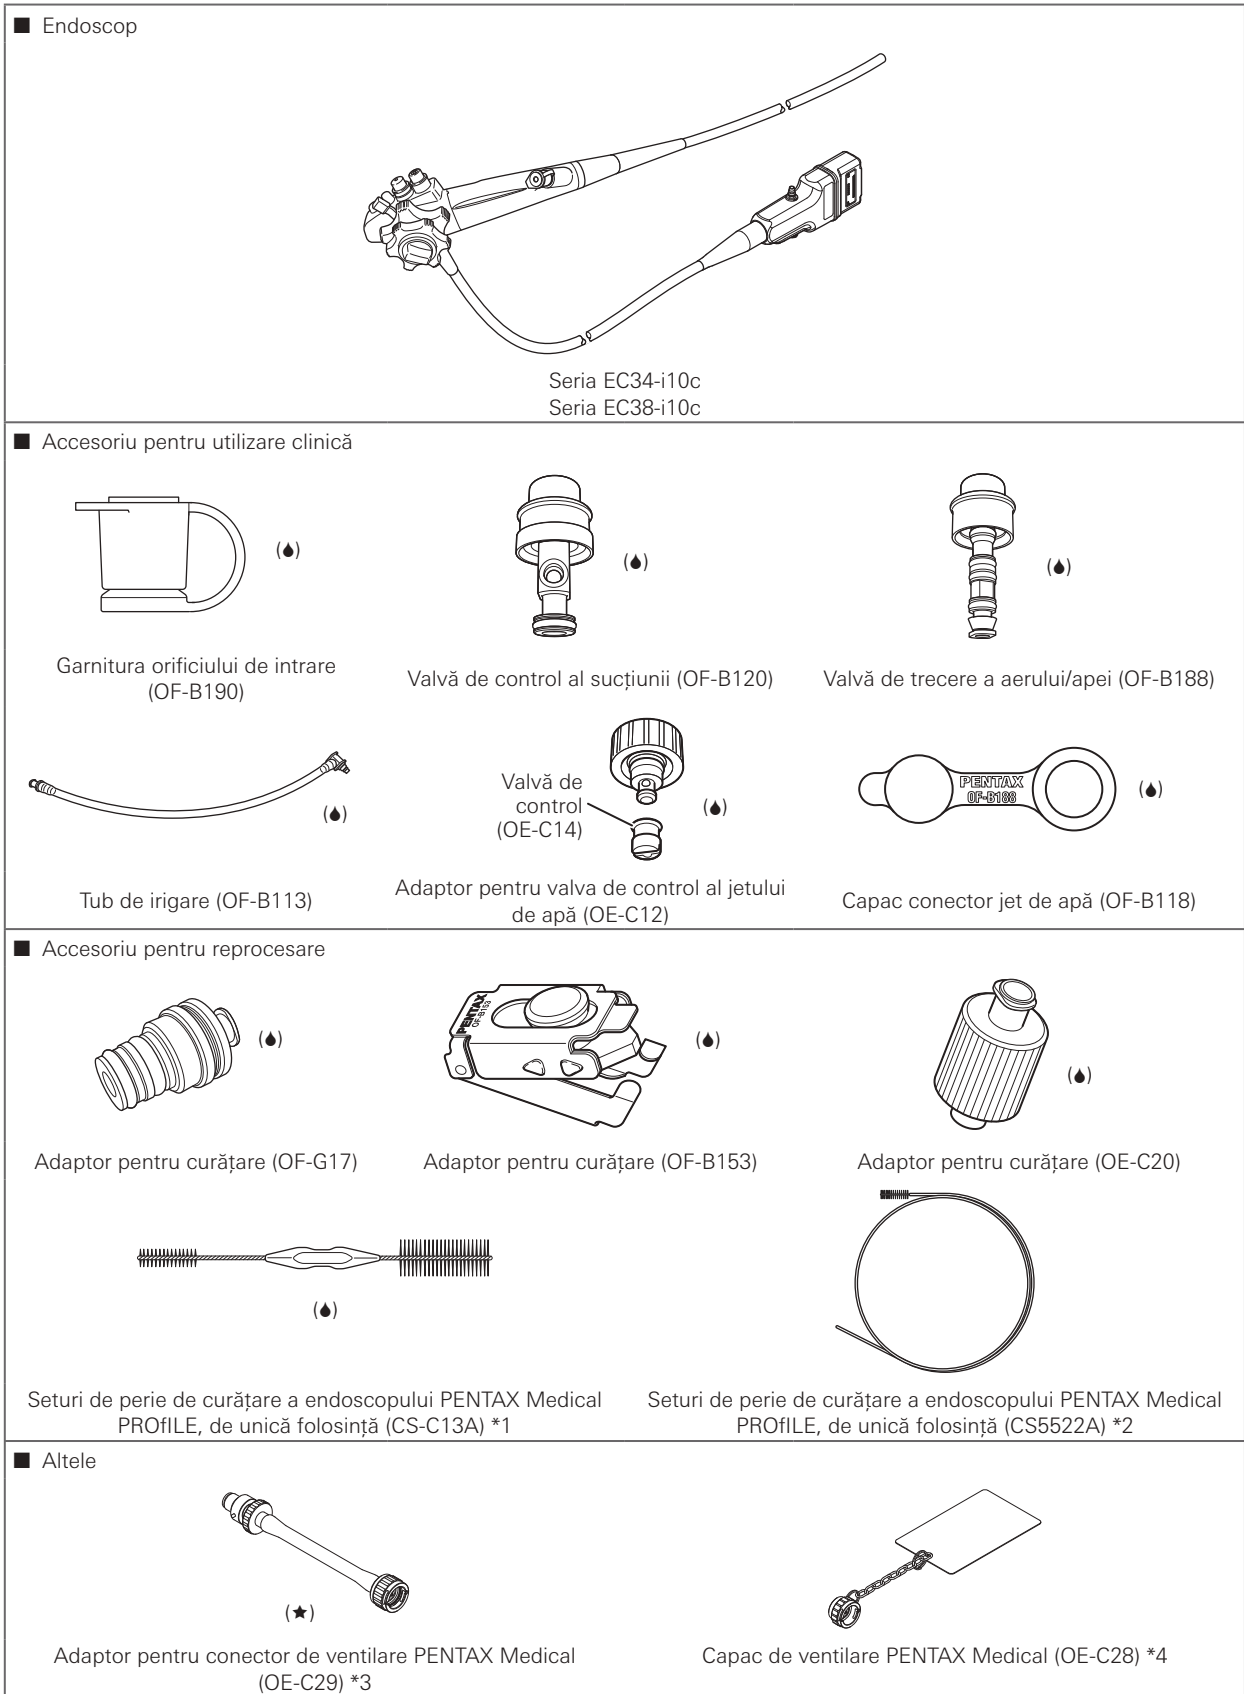

Figura 1.1
- Figura 1.1 prezintă toate produsele PENTAX Medical descrise în aceste instrucțiuni de utilizare (IDU).
- Aceste IDU oferă instrucțiuni adecvate pentru curățarea, dezinfectarea de nivel înalt și sterilizarea validate de PENTAX Medical pentru produsele indicate în Figura 1.1 cu (♠). Pentru detalii referitoare la îngrijirea după utilizare a produsului indicat în Figura 1.1 prin (★), consultați Instrucțiunile de utilizare ale produsului. Accesoriile care NU sunt indicate prin (♠) și (★) nu vor fi supuse reprocesării. Consultați respectivele IDU pentru accesoriile care nu sunt cuprinse în Figura 1.1.